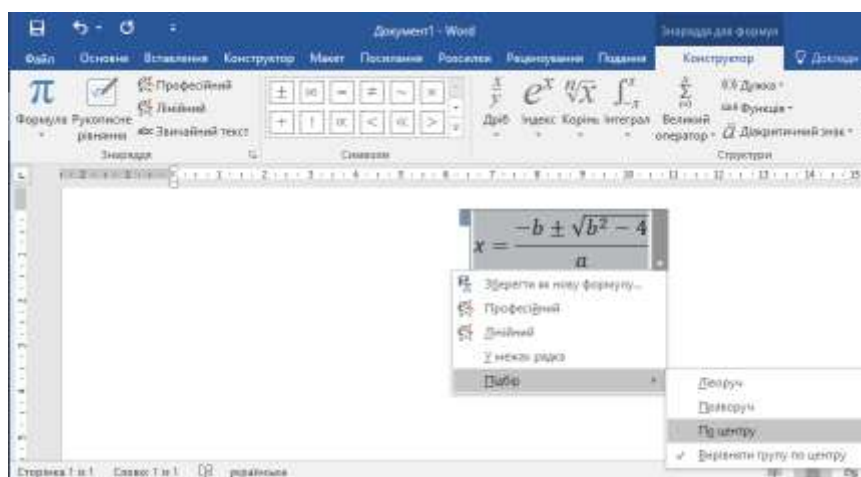

Рисунок 1.22 – Вкладка *Конструктор*
16. Наберіть формулу згідно з індивідуальним завданням, використовуючи вкладку *Конструктор* формул (рисунок 1.22).